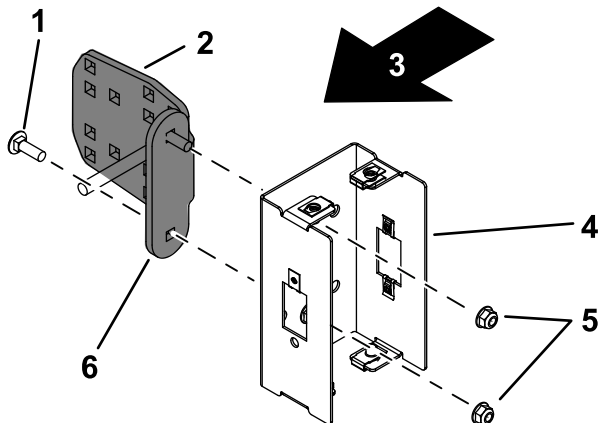

Figure 8
3. Déterminez quels trous à utiliser pour installer le support de montage sur le support de feu et la position sur l'arceau de sécurité. Voir le tableau ci-dessous et la Figure 8 à la Figure 18.
4. Installez le support de montage sur le support du feu comme montré à la Figure 8.
Remarque: Veillez à ce que la patte du support de montage soit dirigée dans la position correct (Figure 8).